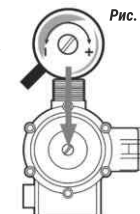

Рис. 3
- 7.2. Стартовое давление срабатывания настроено на 1,5 бар, что является оптимальным значением для большинства случаев использования. Это значение может быть изменено с помощью регулировочного винта, расположенного в верхней части блока насосной автоматики с маркировкой «+» и «-», поворот по часовой стрелке увеличивает значение давления включения (Рис. 3).